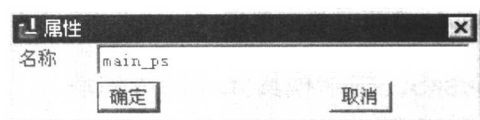

图 1.20 “属性”对话框
Step2. 选择下拉菜单 **编辑(E)** → **属性(P)** 命令，在如图 1.20 所示的对话框中输入分型面名称 main_ps，单击对话框中的 **确定** 按钮。